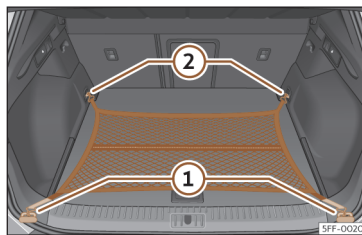

Fig. 190 Na bagageira: saco de rede fixado ao piso.
- Fixe os ganchos da rede nas argolas de fixação >>> **Fig. 190 ① e ②** >>> ⚠️. O fecho de correr do saco deve ficar voltado para cima.